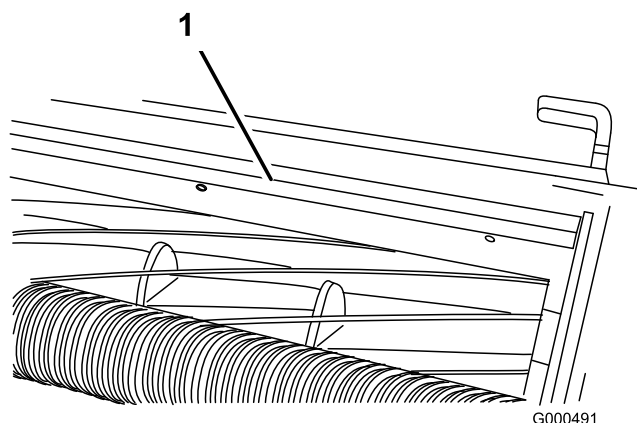

Figura 18
1. Allentate le viti che fissano la barra superiore (Figura 18) all'apparato di taglio.